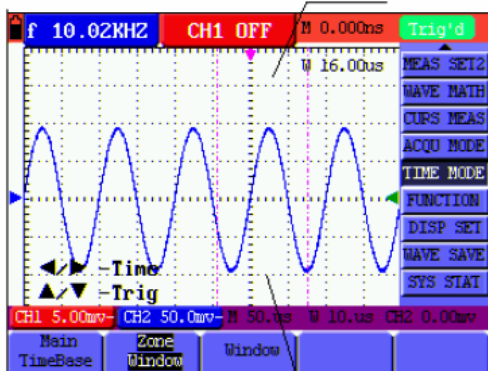
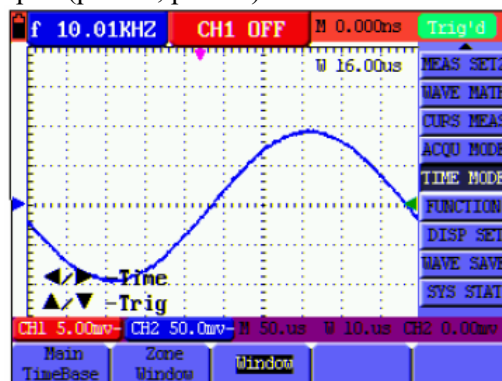

Рис. 48: Выбор границ окна (для растяжки)
Рис. 49: Растяжка окна (ZOOM)
6. Нажмите **F3** для растяжки выбранного окна во весь экран (рис.48, рис.49).